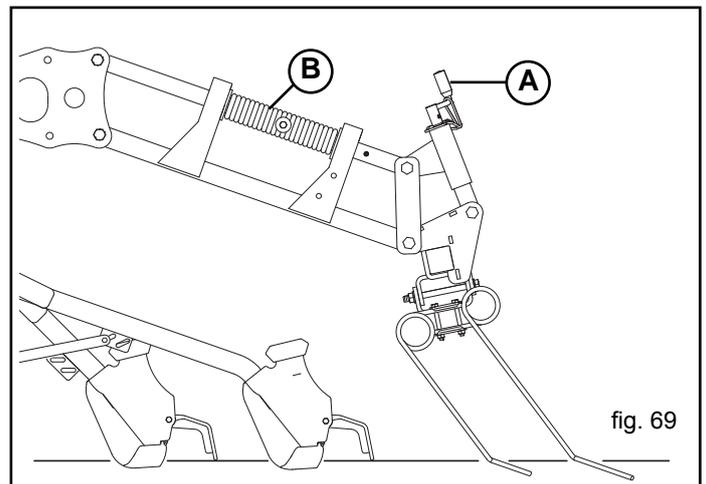

fig. 69
La presión de trabajo de los dientes de muelle de la grada cubresemillas se puede variar girando el muelle (B) situado en el brazo paralelo superior (Fig. 69).